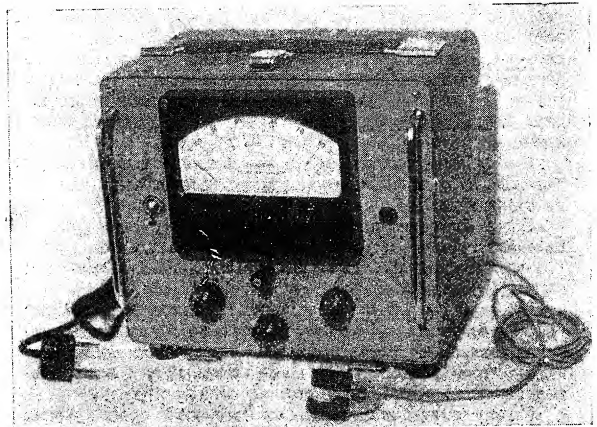
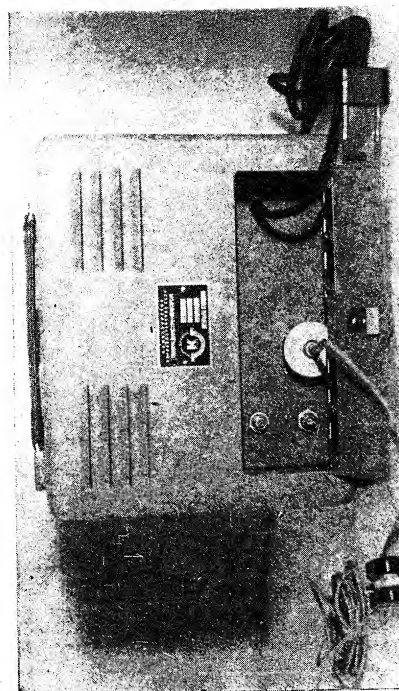

Рис. 1
Рис. 3
Шасси заключено в металлический футляр (рис. 1). На задней стенке футляра имеется крышка с пружинной защелкой, открывающая доступ в карман для хранения датчика со шнуром, сетевого шнура и запчастей (рис. 3).
Основные органы управления находятся на передней панели прибора (рис. 1).
1. Извлечь сетевой шнур и датчик из кармана в задней стенке прибора (рис. 3). Надеть датчик на ухо так, как показано на рис. 2. Вставить вилку сетевого шнура в розетку электрической сети.